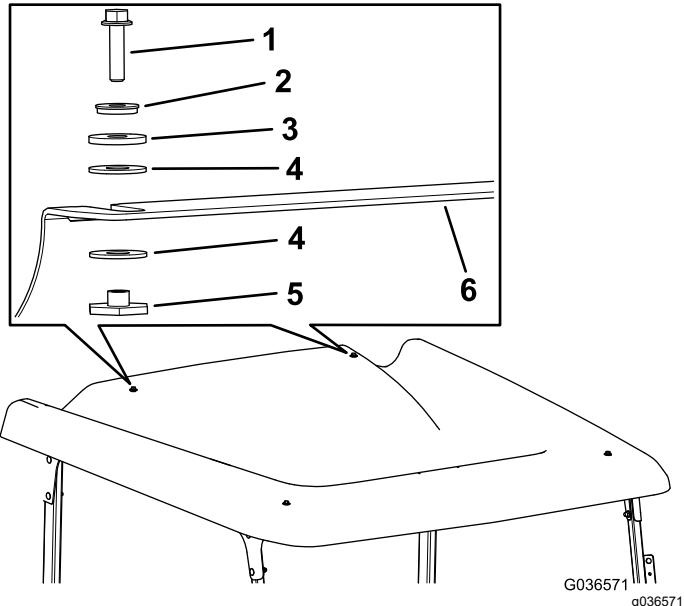

Figura 65
2. Instale el toldo en el enlace transversal trasero con 2 pernos hexagonales con arandela prensada ($\frac{1}{4}$ " x 1"), 2 arandelas sellantes, 2 arandelas de fricción, 4 arandelas de plástico y 2 casquillos con brida (Figura 65).